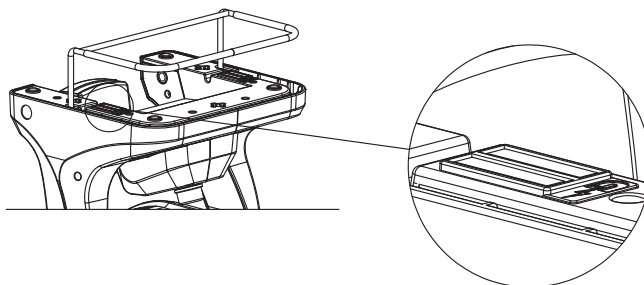

Fig. 3
3. Utilisez les aimants pour fixer le ventilateur à une surface métallique d'au moins 1/8" d'épaisseur. (voir Fig. 3)
4. Tirez la pince à ressort sous le ventilateur pour le fixer à une surface d'une épaisseur maximale de 2". (voir Fig. 3)